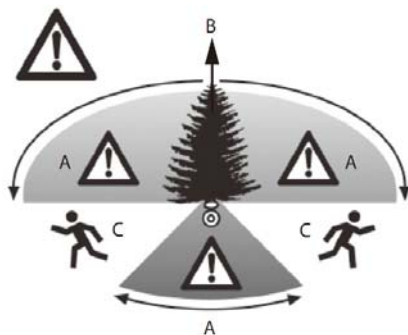

Abb.16
Sagen Sie im rechten Winkel zur Fallrichtung eine Kerbe (A) mit einer Tiefe von $\frac{1}{3}$ des Baumdurchmessers, wie in Abbildung 16 gezeigt.